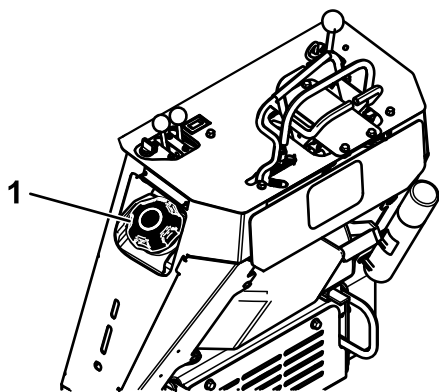

Figura 18
3. Pulite l'area attorno al tappo del serbatoio del carburante e rimuovetela (Figura 18).